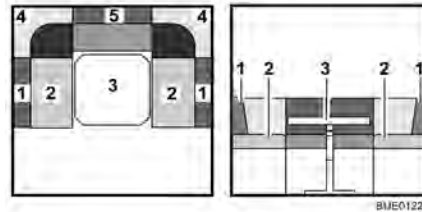

Bild 83 Före ombyggnaden
- Bygg om bordet (Bild 83,3) till sängbotten (se avsnitt 6.11).